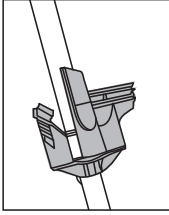
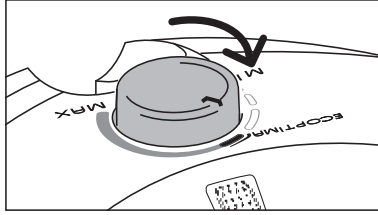

Fig.1
Fig.2
-  *Todos estos accesorios se pueden almacenar en el soporte porta-accesorios (3) que se coloca en el tubo metálico telescópico. (Fig.1)*
- 6 Ya puede conectar el aparato a la red. Para lo cual debe extraer el cable y poner el aspirador en marcha accionando el pulsador (11).
- 7 Regule la potencia de aspiración girando el selector de potencia (13) manualmente hasta el nivel de potencia deseado (Fig. 2).
- 8 También puede adaptar la potencia de aspiración de forma mecánica, abriendo o cerrando el dispositivo que se encuentra en la empuñadura (1).
- 9 Una vez terminado el trabajo, apague el aparato accionando el pulsador (11). Desconéctelo de la red y recoja el cable presionando el pulsador (12). Se recomienda sujetar la clavija del cordón con la mano, con el fin de evitar un posible golpe de ésta con el cuerpo del aspirador.
- 10 Si lo desea puede utilizar el asa (10) para transportar el aspirador mientras lo esté usando, así como para poder acceder a lugares difíciles. Las ruedas y el asa de transporte son de goma protectora para respetar el cuidado de sus muebles más delicados. El tamaño compacto del aspirador le confiere la máxima manejabilidad.
- 11 Si desea interrumpir la tarea de aspiración tiene la posibilidad de acoplar el cepillo cómodamente en el soporte parking horizontal (15) evitando la incomodidad de tener que dejar los tubos y cepillo en el suelo.